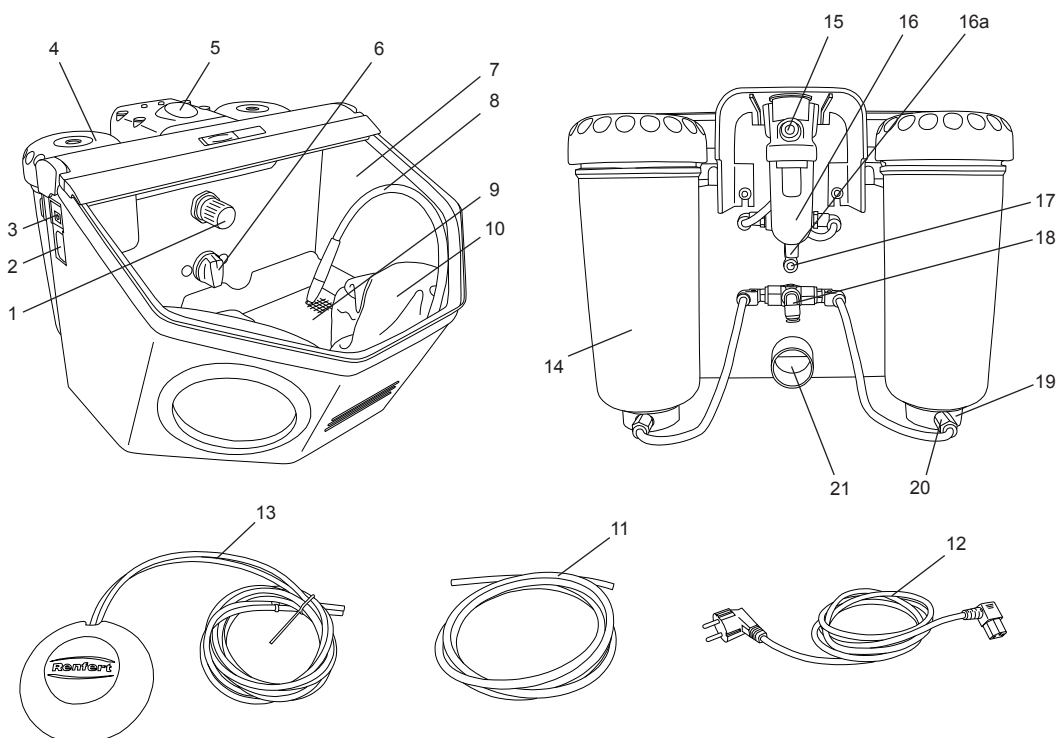

fig. 1
- Conectar la iluminación (3).
- Seleccionar el depósito de chorreado con el interruptor selector (6, fig.1) .
- Accionar el interruptor de pie (13, fig.1).